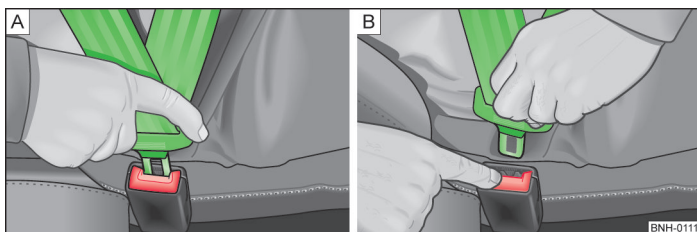

Fig. 128 Colocar y quitar el cinturón de seguridad
- Introducir la lengüeta en el cierre correspondiente al asiento » [fig. 128 - \[A\]](#) hasta que se oiga como encaja.
- Pulsar la tecla roja en el cierre del cinturón » [fig. 128 - \[B\]](#), la lengüeta del cinturón saldrá disparada.